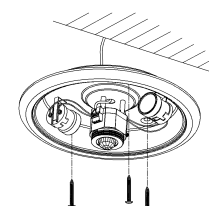

Figure2
- Przełóż przewód przez otwór w dolnej części i podłącz przewód zasilający do kolumny zgodnie ze schematem połączeń. Zainstaluj lampę czujnika w wymaganym miejscu za pomocą wkrętów. (patrz rysunek 2)
- Pass the wire through the hole in the bottom and connect the power wire into connection-wire column according to the connection-wire diagram. Install the sensor lamp in the position where you need with inflated screws. (refer to figure2)